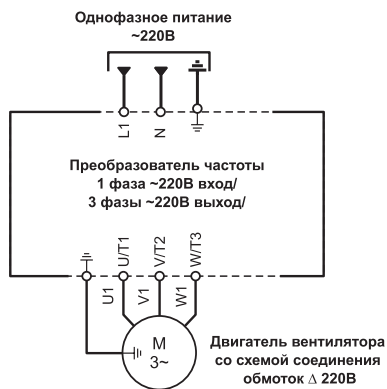

Рисунок 3
12.3 Допускается вентиляторы с двигателями на номинальное напряжение Δ/Y 220/380В подключать к однофазной сети с переменным напряжением 220В только через однофазный преобразователь частоты с выходом три фазы по 220В переменного тока, предварительно переключив схему соединения обмоток двигателя в треугольник Δ 220В (см. рисунок 3), в противном случае двигатель может выйти из строя.